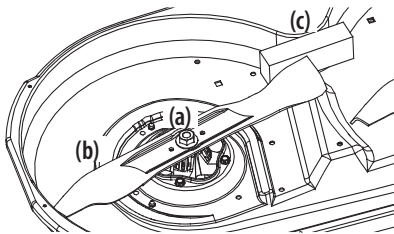

Figura 51
2. Use una llave de 15/16" para sostener la tuerca hexagonal en la parte superior del conjunto del husillo cuando afloje la tuerca hexagonal (a) que fija la cuchilla (b). Se puede colocar un bloque de madera (c) entre el alojamiento de la plataforma y el borde de corte de la cuchilla (b) para ayudar a aflojar la tuerca hexagonal (a) que fija la cuchilla. Consulte la Figura 51.